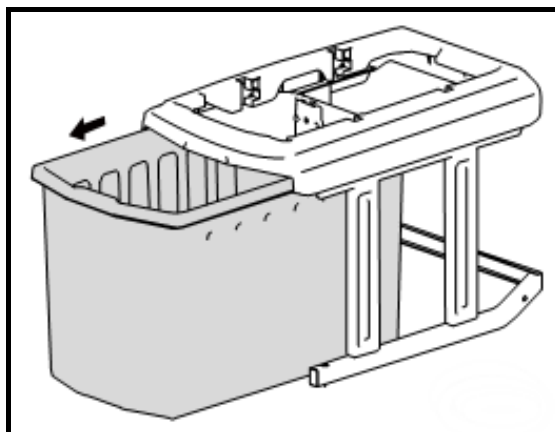

Fig.4
3. Faça deslizar a caixa de recolha para fora da estrutura da base. (Fig. 4)